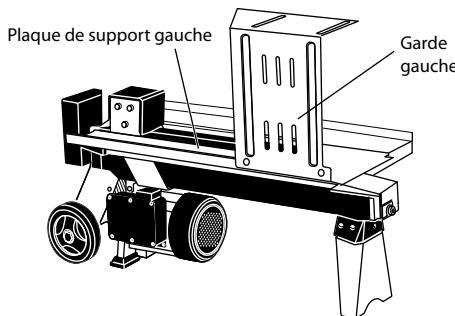
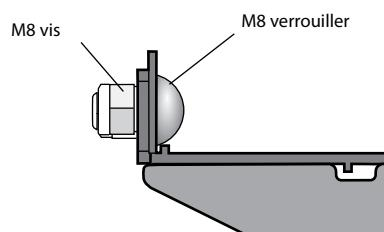

Fig. 1a
Fig. 1b
3. Insérez la plaque de protection gauche dans la rainure de plaque d'appui gauche, assurez-vous que les trous de la plaque de protection gauche sont alignés avec les trous de la plaque d'appui gauche, utilisez 2 boulons M8 à coupe carrée et 2 contre-écrous pour la fixation (Fig.1a, Fig.1b).